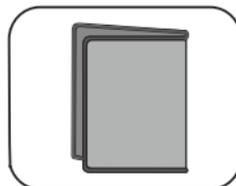

Abb. 3
4. Den Gummiverdichter versetzen Sie in die ursprüngliche Lage (Abb. 3);